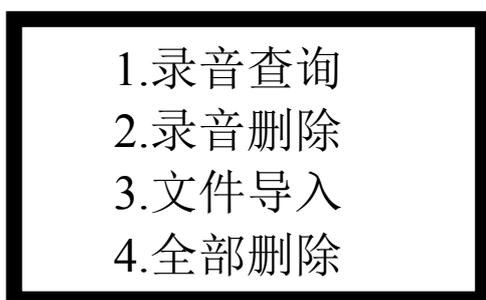
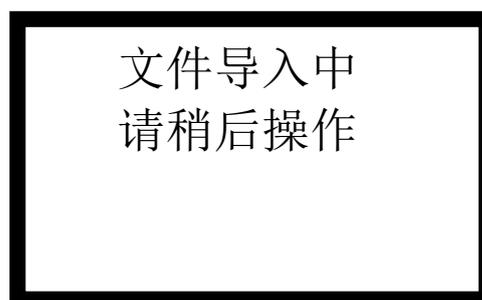
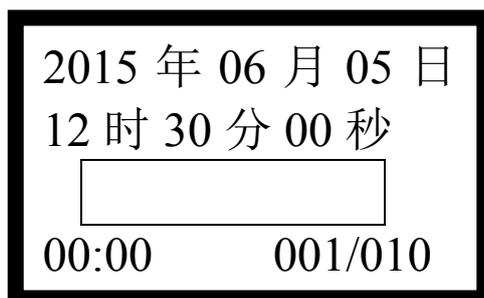

图 3-11
图 3-12
图 3-14
将要导入的文件（文件格式为 MP3 或者 WMA 的文件将扩展名删除）复制到 U 盘的根目录下，并命名为 eme（注意不要带任何扩展名），将 U 盘插入 U 盘口，按“菜单”键，选择“文件操作”（图 3-4 所示），按“确认”键进入，出现如图 3-11 所示界面，按“◀◀”或者“▶▶”来选择“文件导入”，按“确认”键进入密码输入界面，正确输入密码后，出现如图 3-12 所示界面：
按以上方法，进入图 3-11 所示界面，选择录音查询，进入图 3-14 所示界面：
1、逐条删除：按以上方式，进入图 3-11 所示界面，选择“录音删除”按“▶||”键，进入密码输入界面，正确输入密码后，出现如图 3-15 所示界面：
2、全部删除：在如图 3-11 所示界面，选择“全部删除”，按“▶||”键，进入密码输入界面，正确输入密码后，录音删除，按“返回”退出界面。